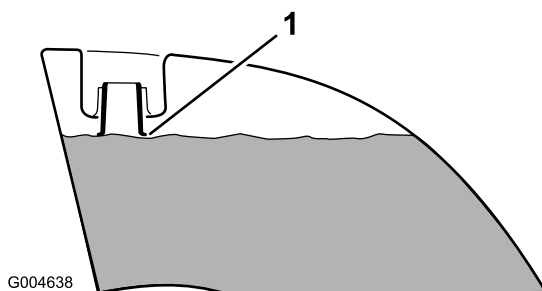

図 9
4. 両方の燃料タンクに、上面から約 25mm 下まで燃料を補給する 図 9。入れすぎないように注意すること。